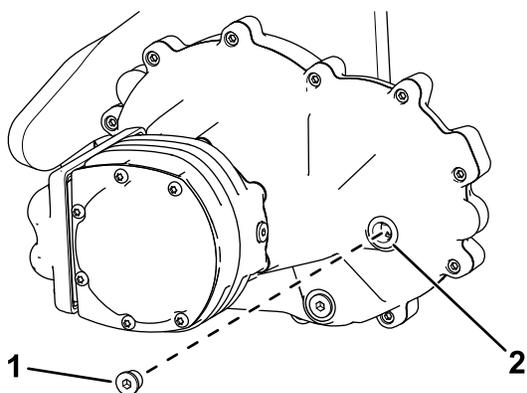

Figure 12
Remarque: Vous pouvez desserrer le raccord sur l'orifice de remplissage (comme montré à la Figure 12) pour pouvoir le retirer une fois la vidange terminée.
1. Déposez le raccord de l'orifice de remplissage montré à la Figure 12.
3. Installez le raccord dans l'orifice de remplissage (Figure 12).